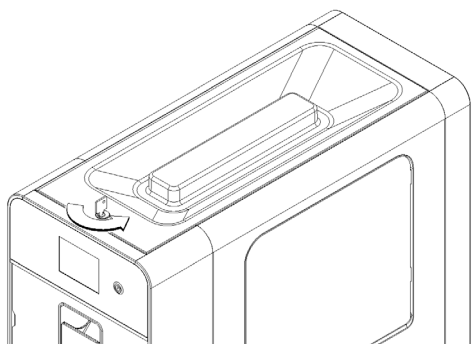
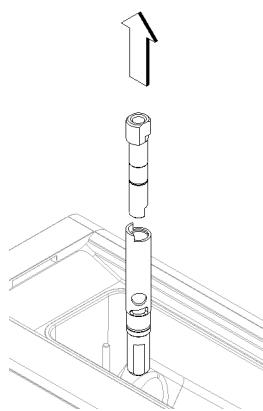

figura 15
figura 20
- 4 Quite la tapa. Si la tapa tiene cerradura, gire la llave en sentido levógiro. (ver figura 15)
cerradura, gire la llave en sentido levógiro y quítela. (ver figura 15) figura 20).